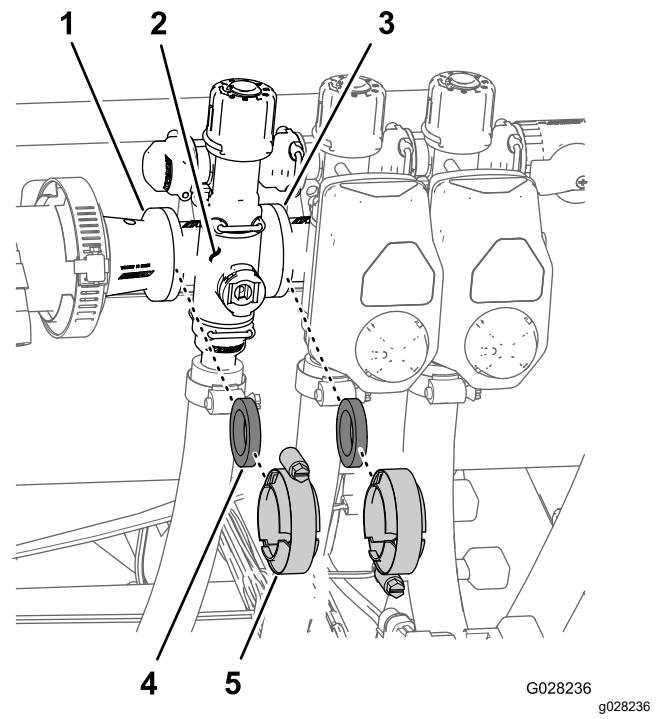

**Figura 118**
- Îndepărtați opritorul care fixează fittingul de ieire la  $90^\circ$  de cuplajul colector pentru supapa braului principal (Figura 118).
3. Îndepărtați urubul cu guler ( $\frac{1}{4} \times \frac{3}{4}$ ") i contrapiuliă cu guler ( $\frac{1}{4}$ ") care fixează supapa braului principal la suportul de montare a supapei i îndepărtați colectorul supapei de la maină (Figura 118).